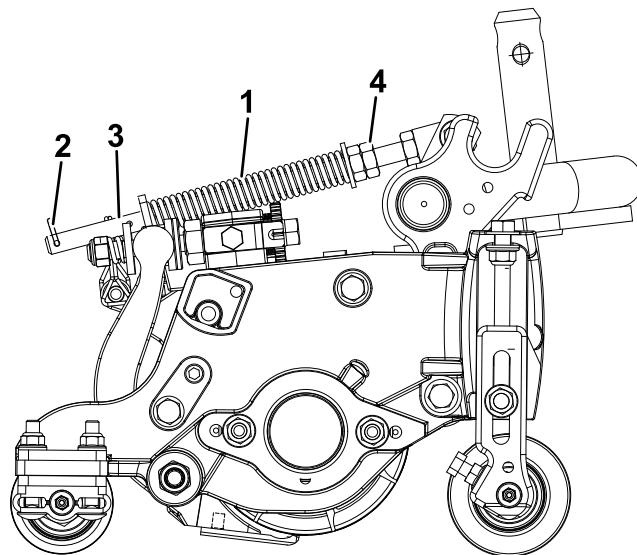

**Figura 13**
- Instale el motor girándolo en el sentido de las agujas del reloj de modo que las bridás del motor no choquen con las contratuercas (Figura 13). Gire el motor en sentido antihorario hasta que las bridás rodeen las tuercas, luego apriete las tuercas.